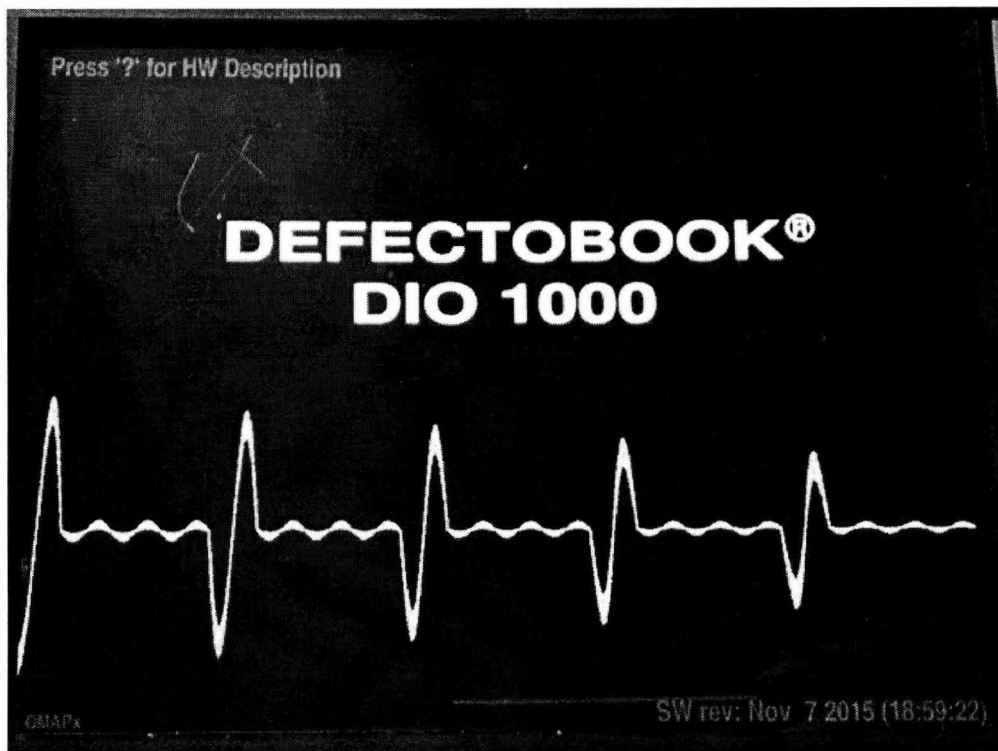

Рисунок 13.
7.2.10. Для проверки идентификационных данных программного обеспечения (далее – ПО), необходимо включить дефектоскоп, после чего на его экране появится стартовая страница (рисунок 13), на которой в правом нижнем углу указан номер версии (идентификационный номер) ПО.